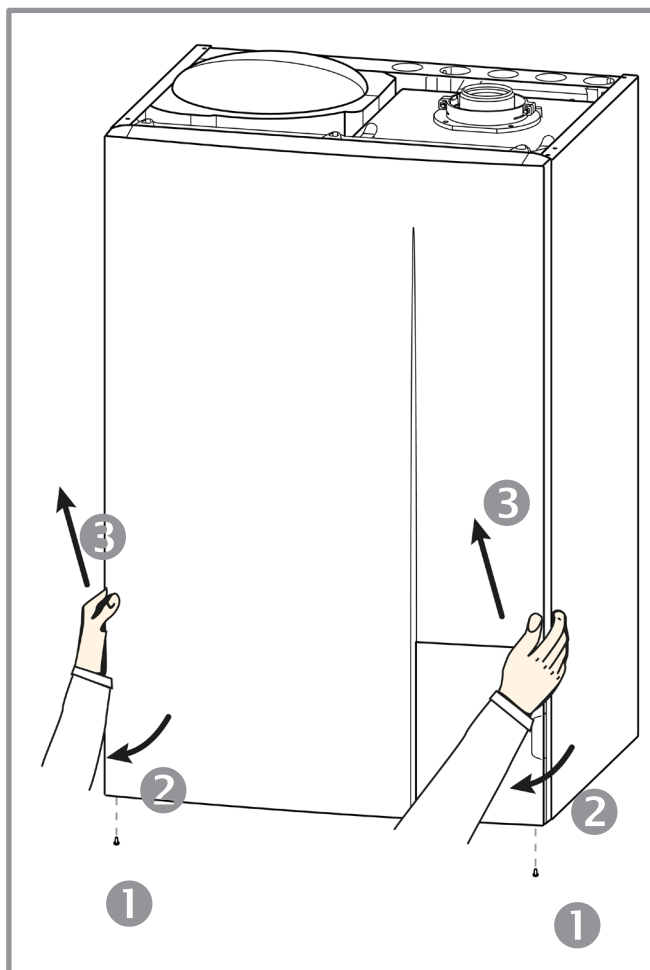

figura 32 - Desmontaje de la fachada
- Desmonte el panel delantero (figura 32, página 45).